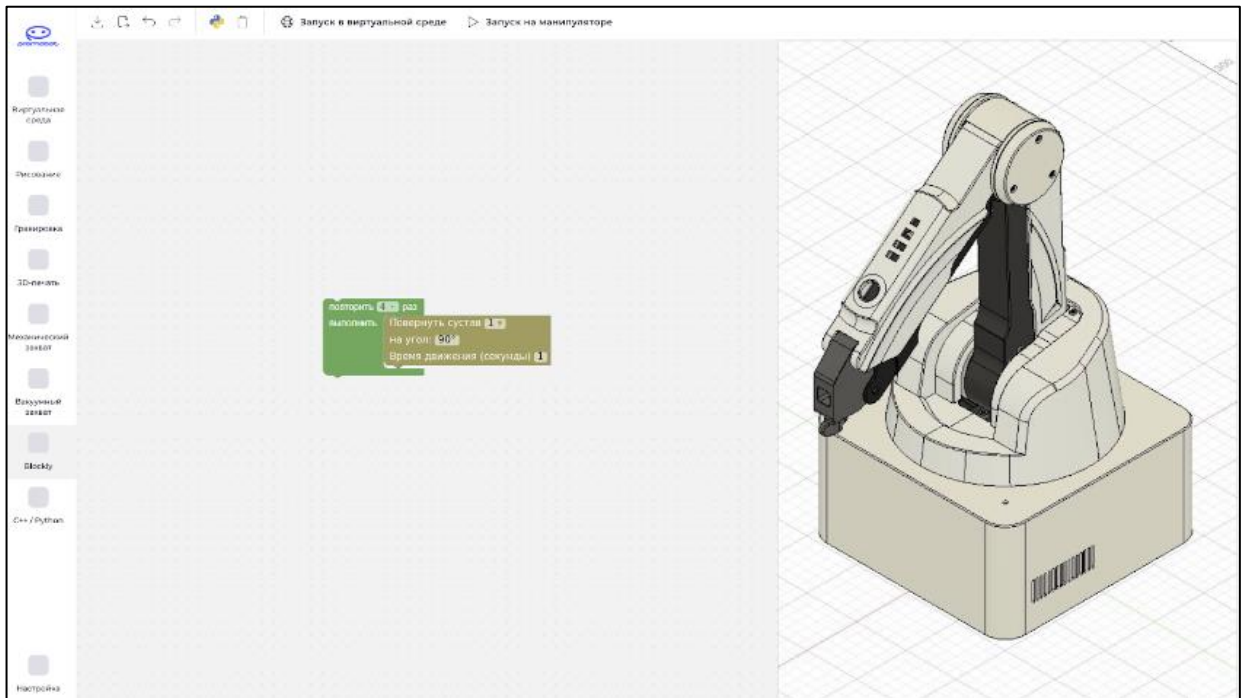

Рисунок 39 – Форма редактора Blockly
- соедините блоки между собой в соответствии с последовательностью действий, которые необходимо будет выполнить манипулятору (Рисунок 39).